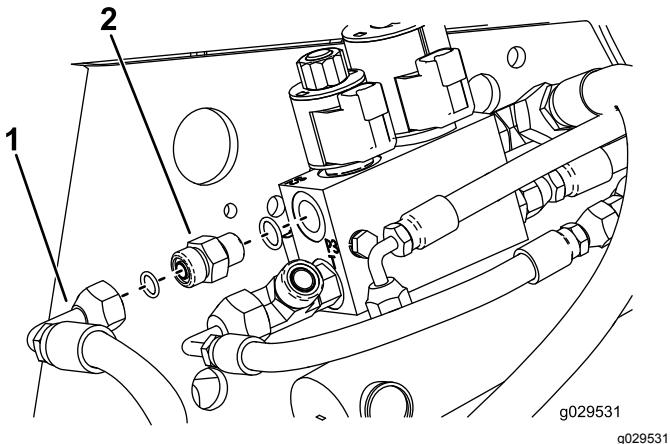

Figura 19
7. Avvitate il raccordo della valvola idraulica nel foro della valvola (Figura 19).
10. Fissate il raccordo del flessibile sul raccordo diritto (Figura 19).